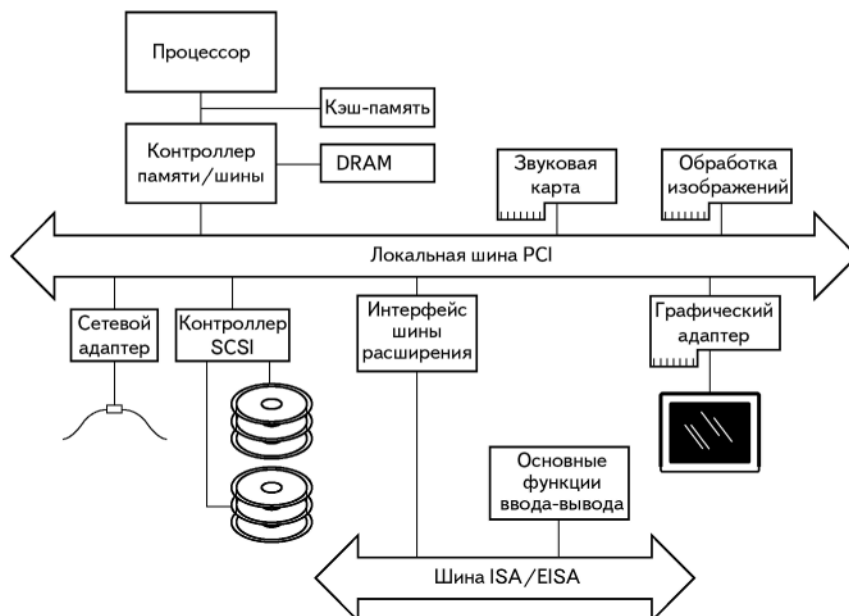

Рис. 7.1. Схема підключення пристроїв до шини PCI.
7.2 Шина PCI була розроблена фірмою Intel для процесора Pentium. Розробники шини PCI відмовились від традиційної концепції, ввівши ще одну шину між процесором і шиною в/в. Вона не підключається безпосередньо до шини процесора, котра дуже чутлива до зовнішніх втручань. Був розроблений новий комплект мікросхем контролерів для розширення шини. Структурна схема підключення пристроїв до шини PCI показана на рис. 7.1.